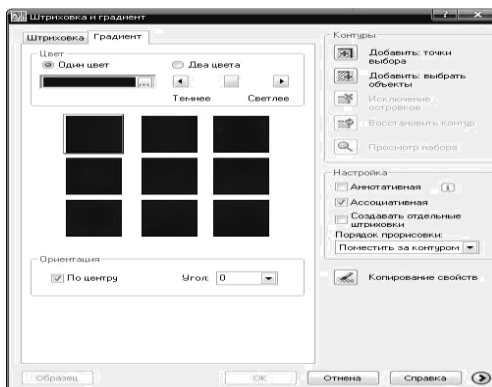

Рис. 25. Диалоговое окно **Штриховка и градиент** с вкладкой **Градиент**
3. В диалоговом окне **Штриховка и градиент** (рис. 25) в группе **Контур** выбрать команду.
2. В открывшемся диалоге (рис. 25) задать **Один цвет** или выбрать сочетание цветов с помощью команды **Два цвета**.